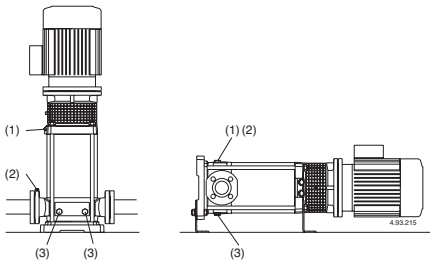

Fig. 4 (1) Llenado y purga
Con la **bomba por encima del nivel de agua** a elevar, (funcionamiento en aspiración, (**Fig. 3A**), o con una carga insuficiente, (inferior a 1 m) para abrir la válvula de retención, llenar el tubo de aspiración y la bomba a través del orificio (1) (**fig. 4**).
(2) Purga aspiración
(3) vaciado
Con el nivel de agua en aspiración por encima de la bomba, (funcionamiento bajo carga, fig. 3B), llenar la bomba abriendo lentamente y completamente la compuerta del tubo de llegada teniendo la compuerta de la impulsión abierta y también los agujeros de purga (1), (2) (fig. 4) para hacer salir el aire.
**⚠ Durante el llenado tener abiertos los agujeros de purga (1), (2) solo si el líquido utilizado no es peligroso por su propia naturaleza, por sus temperaturas, o por su presión.**
Cerrar los agujeros de purga (1), (2) (fig. 4), para MXV-B, MXV(L) 25-32-40 und MXV(L)4 25-32-40 Atornillar los tornillos tipo pasador (17.17) del tapón de vaciado (14.12) (fig. 4b), y cerre el orificio de purga (14.04).
Si se verifica una pérdida del cebado, (interrupción en el flujo de impulsión, estando las compuertas abiertas), o si se nota una oscilación de la presión indicada en el manómetro, repetir el purgado del lado aspiración (2) verificar que todas las juntas del tubo de aspiración estén perfectamente herméticas y cerrar el tornillo de cebado (2), y los tornillo de vaciado (3) en el lado de aspiración (fig. 4).
Posiblemente, como el caso de empleos temporales con líquidos sucios, hacer funcionar brevemente la bomba con agua limpia para remover los depósitos. O bien, después del vaciado proseguir con un lavado metiendo agua (al menos 40 litros) en el agujero de llenado (1) lado impulsión y dejándola salir por el agujero de vaciado (3) lado aspiración (**fig.4**).
Antes del desmontaje desconectar el cable de la caja bornes, cerrar las válvulas en aspiración e impulsión y vaciar el cuerpo bomba, (fig. 4)